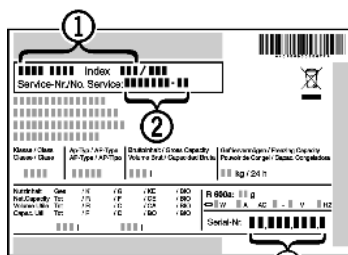

Fig. 79
- ▶ Прочетете от идентификационната табелка означението на уреда Fig. 79 (1), сервизния № Fig. 79 (2) и серийния № Fig. 79 (3). Идентификационната табелка се намира на лявата вътрешна стена на уреда.